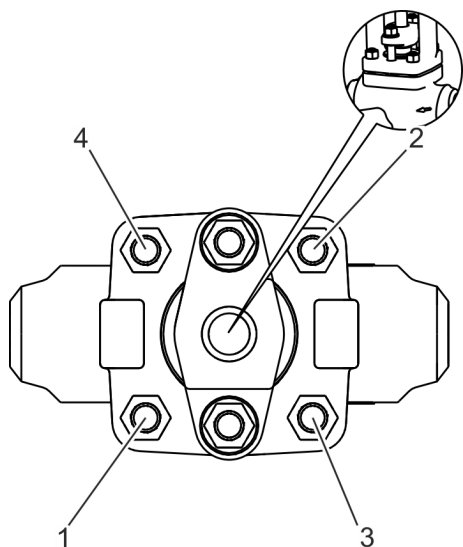

Fig. 52: Apretar las tuercas siguiendo el esquema en cruz
56. ▶ Apriete las tuercas del bonete con el par de apriete prescrito siguiendo el esquema en cruz (Fig. 52/1–4).